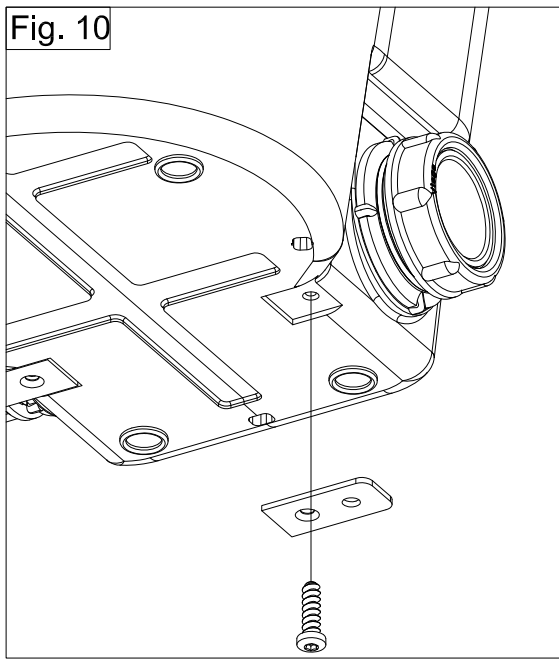

Fig. 11
10) RACCORDEMENT A L'ÉVACUATION : fig. 11
- Mettre en place l'évacuation (A), serrer le coude sur l'appareil à l'aide d'un collier (C1).